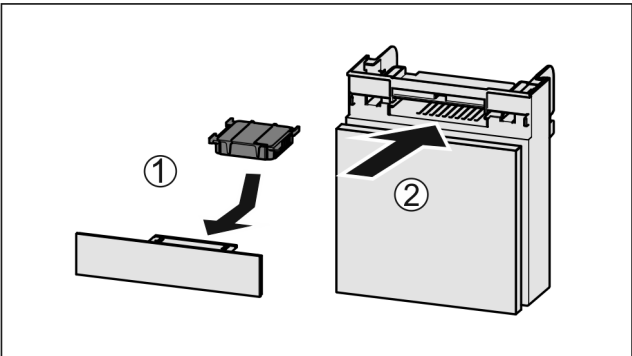

Fig. 119
- ▶ 按图装入 Fig. 119 (1)活性炭过滤器。
- ▶ 推入 Fig. 119 (2)抽屉。